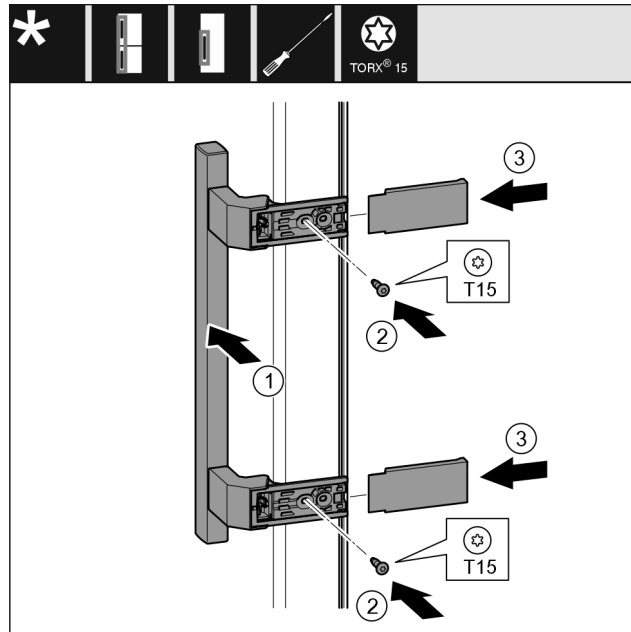

Fig. 20
- ▶ Držadlo Fig. 20 (1) nasadte na opačnú stranu.
- ▶ Pevne utiahnite skrutky Fig. 20 (2) skrutkovačom.
- ▶ Kryty Fig. 20 (3) nasadte a nasuňte z boku.